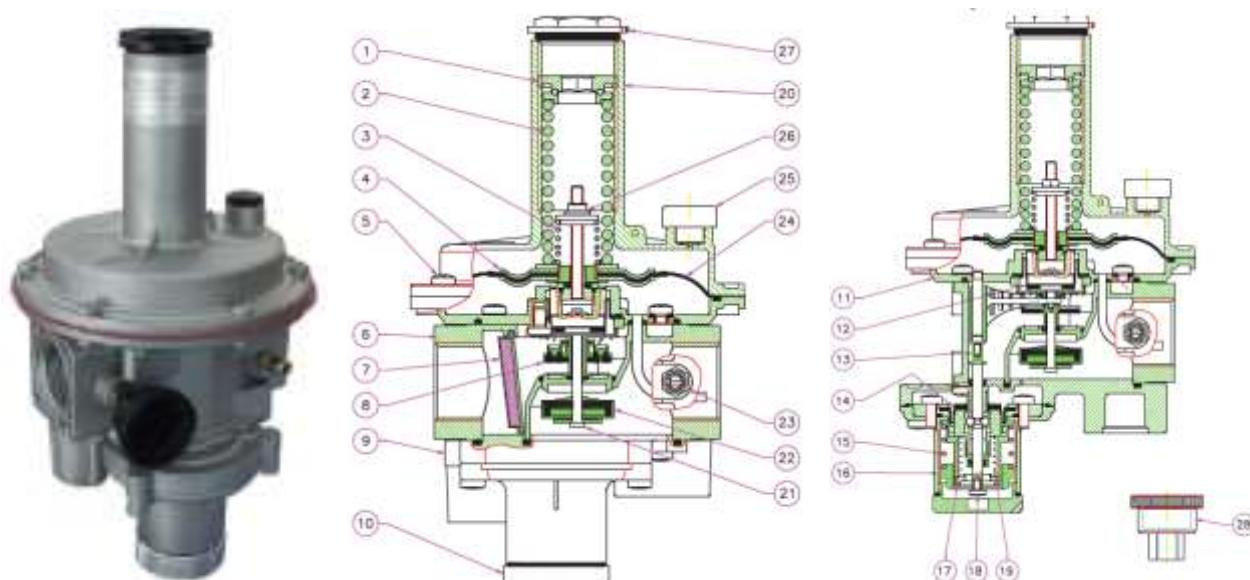

Рис. 2
Регулятор (рис. 2) состоит из: винт настройки выходного давления (1); пружина настройки выходного давления (2); пружина настройки сбросного клапана (3); диск усиления мембранны (4); винты фиксации раstra (5); корпус регулятора (6); фильтрующий элемент (7); затвор запорного клапана (8); нижняя крышка регулятора (9); колпачок запорного клапана (10); корпус отсека мембранны (11); мембрана компенсационная (12); рычаг взвода запорного клапана (13); мембрана запорного клапана (14); пружина настройки запорного клапана по превышению давления (15); винт настройки запорного клапана недостаточного давления (16); пружина настройки запорного клапана избыточного давления (17); шток взвода регулятора (18); пружина настройки запорного клапана по понижению давления (19); раstr (20); рабочий шток (21); обтюратор (22); штуцер диагностики выходного давления (23); рабочая мембрана (24); пылезащитный колпачок (25); винт настройки сбросного клапана (26); колпачок регулятора (27); ключ для настройки (28).